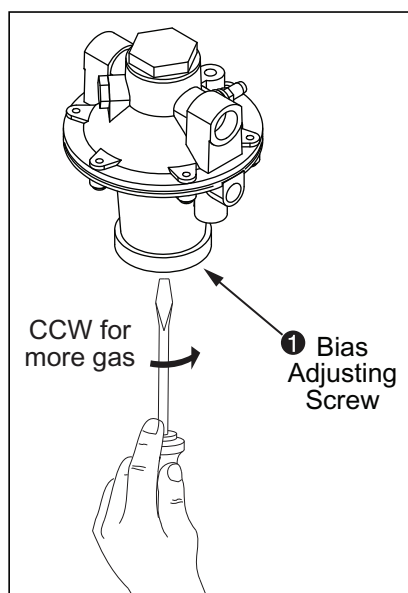

图 4.20. 比例调节器
- 如果有必要，请按图 4.20 所示要求调整比例调节阀的偏压螺钉，以获得适当的低火火焰。如果无法观察到火焰，请调整偏压螺钉，使燃气流量变得最小，以产生稳定的火焰检测器信号，且让信号有足够的强度。